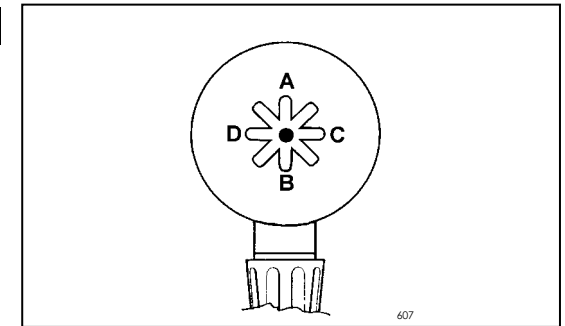

Fig.10
*Actionner le levier du manipulateur (Fig.10) en position **A**: le bras porte-arbre se déplace vers le haut. Actionner le levier en position **B**: le bras porte-arbre se déplace vers le bas.*
Den Steuerknüppel (Abb.10) in Position **A** bewegen: der Spannfutterarm fährt nach oben. Den Knüppel in Position **B** bewegen: der Spannfutterarm fährt nach unten.
Operate the control (#3 Fig.10) to position **C**: the toolholder carriage moves to the right. Operate the control to position **D**: the toolholder carriage moves to the left.